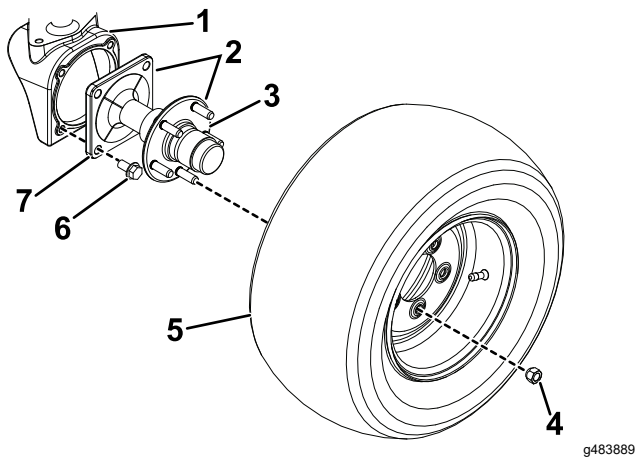

Figura 1
2. Retire las 5 tuercas de rueda que sujetan cada neumático trasero al cubo de eje de la rueda (Figura 1). Retire los neumáticos.
3. Retire los conjuntos de cubo de eje de los alojamientos de las ruedas retirando los 4 pernos con arandela prensada que fijan cada uno en su lugar (Figura 1).